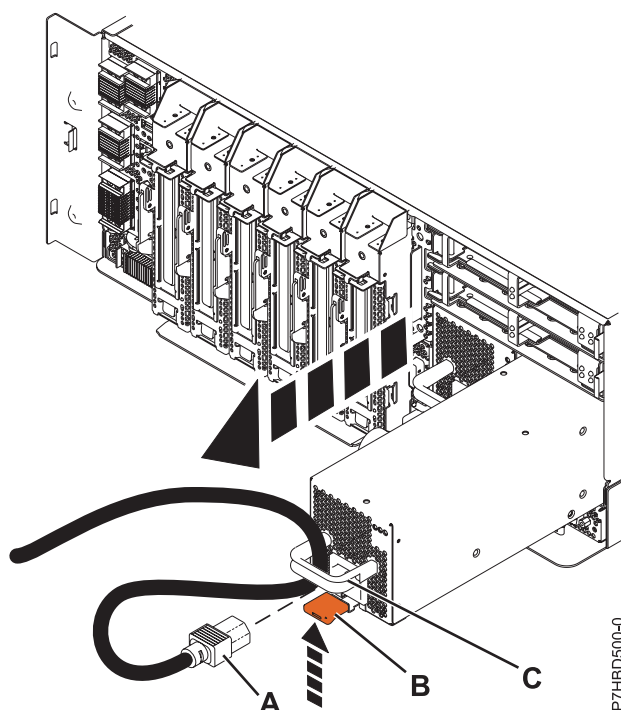

Figure 1. Retrait de l'alimentation électrique
6. Levez le taquet (B) vers la patte de fixation du cordon d'alimentation (C) pour dégager le bloc d'alimentation.
7. Débranchez le cordon d'alimentation (A).
8. Extrayez le bloc d'alimentation du système, comme indiqué dans la figure 1.